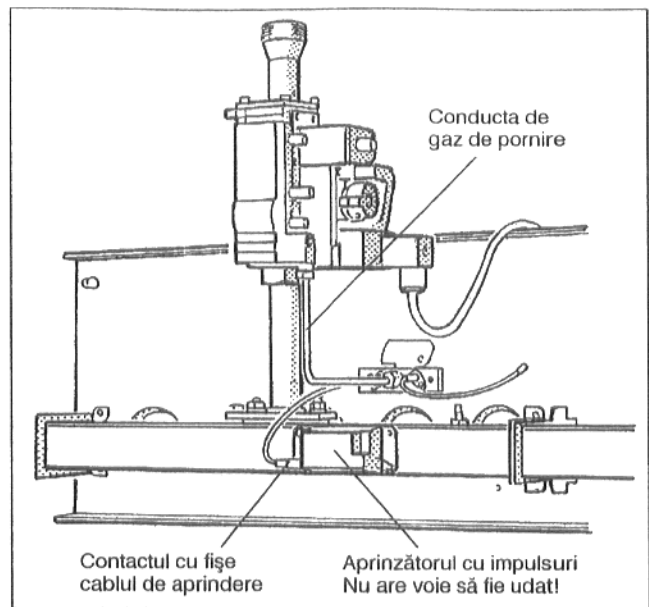

Fig. 43: Arzătorul de gaze
- Racordul cu fișe al cablului de aprindere se va desface de la aprinzătoarele cu impulsuri (Fig. 43).
- Conductele de gaz de pornire se desfac de la arzătorii de pornire (Fig. 43).
- Se desfac câte două șuruburi de la arzătorii de pornire și aceștia se scot cu grijă afară (Fig. 43).
- Barele arzătorului se scufundă în apă cu detergent și se periază. Se va ține cont aici ca izolația termică la plăcuța arzătorului și aprinzătorul cu impulsuri să nu se ude! Dacă este necesar aprinzătorul cu impulsuri se va deșuruba (Fig. 43).